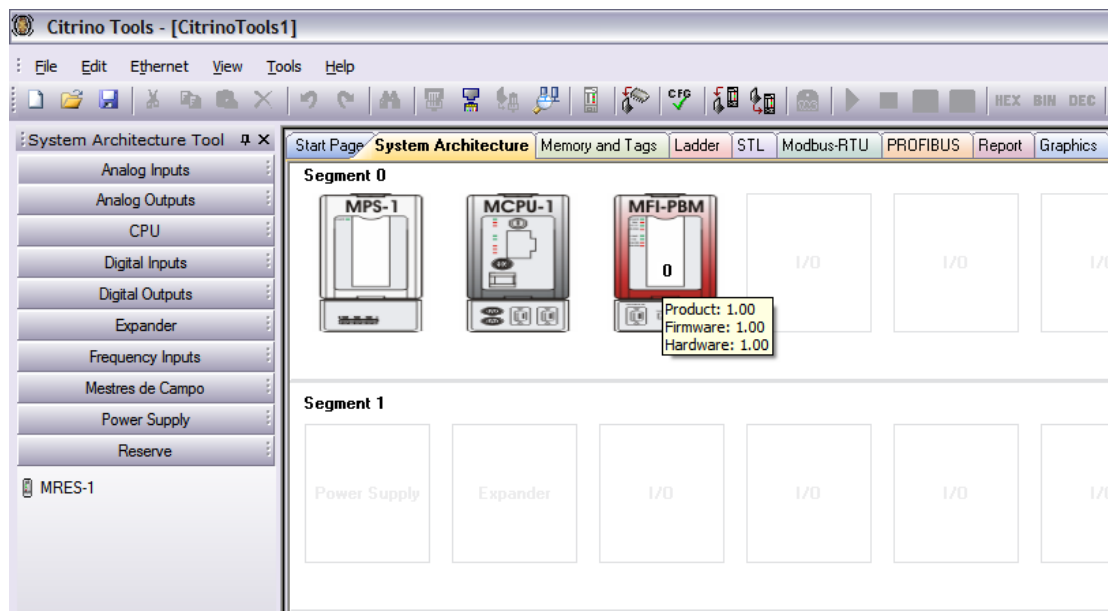

Figura 3.5.2 – Montando a arquitetura do sistema com o MFI-PBM
- 2) Monte a arquitetura do sistema de acordo com a Figura 3.5.2. Conecte na CPU clicando no menu Ethernet->Conectar (*Ethernet->Connect*);